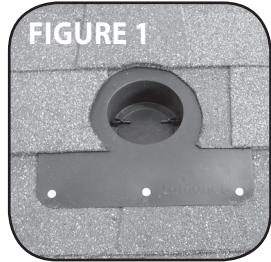

FIGURE 1
Refer to Figure 1. After ensuring proper vent location mark center of hole for adapter, cut a hole approximately 5 inches in diameter using the center mark.
2. Après avoir déterminé l'emplacement approximatif pour l'installation, il faut déterminer l'emplacement des chevrons les plus proches de manière à faire le trou dans la toiture, entre les chevrons. Marquer le centre du trou à couper, approximativement au milieu entre les deux chevrons. Pour assurer une bonne installation, placer le centre du trou de telle manière que les bardeaux couvrent la moitié supérieure du solin de l'aérateur de toiture. Consulter la figure 1. Après avoir marqué l'emplacement correct du trou de l'adaptateur, couper un trou d'environ 5 pouces de diamètre (12,7 cm), en utilisant cette marque comme centre.